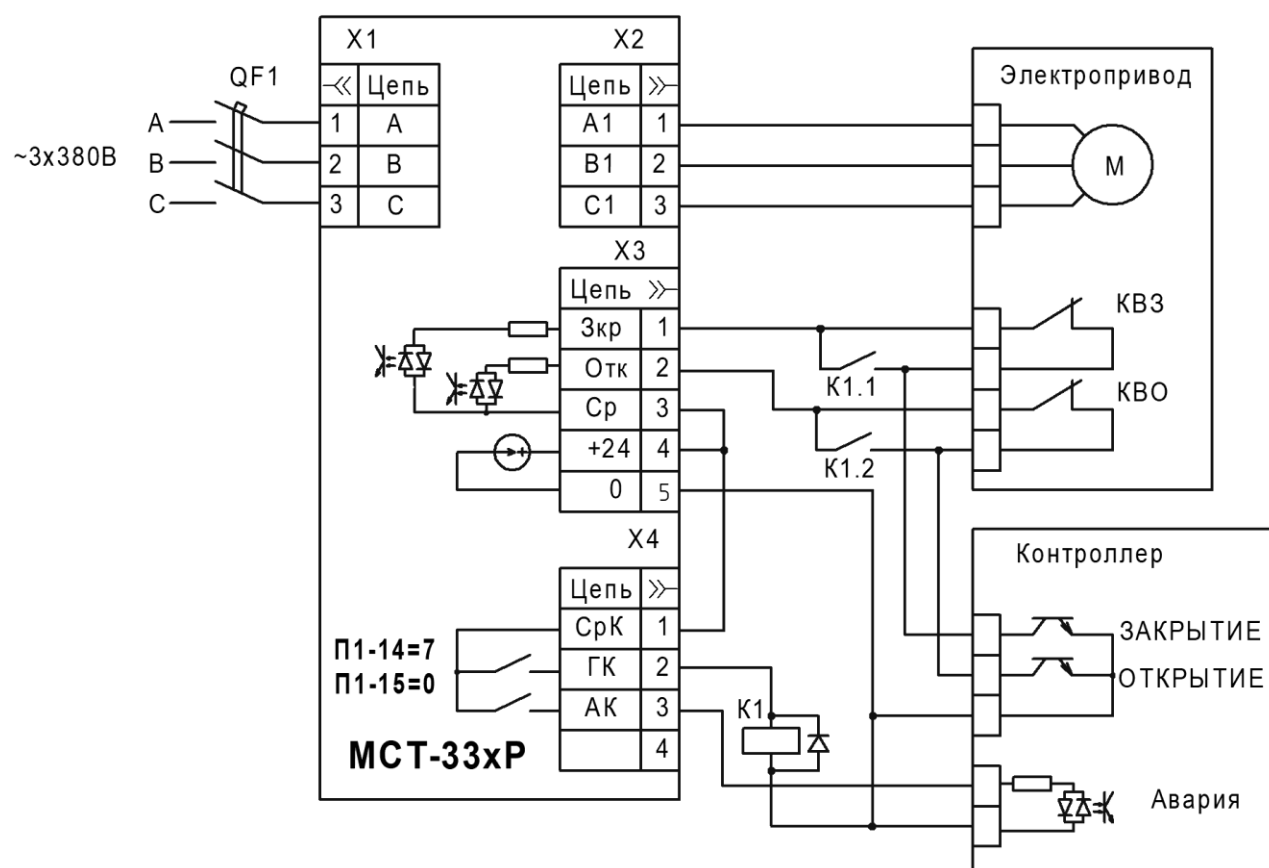

Рисунок 13 - Пример схемы подключения с функцией дожима задвижки
1.17.1 Настройка тока **П2-05, П2-06**, также используется для сигнала «реле токового дожима», который включается при работе ЭД на закрытие и открытие и отключается при превышении полного или активного тока уставок **П2-05, П2-06**. Сигнал должен быть назначен на реле «ГК» или «АК» (**П1-14, П1-15, значение [7]**). Данный сигнал через контакты промежуточного реле может быть включен параллельно концевому выключателю закрытия либо обоим концевым выключателям (пример на рис. 13). При дожиме только по закрытию контакт **К1.2** не подключается.
1.17.2 Описание функции дожима по схеме на рис. 13: